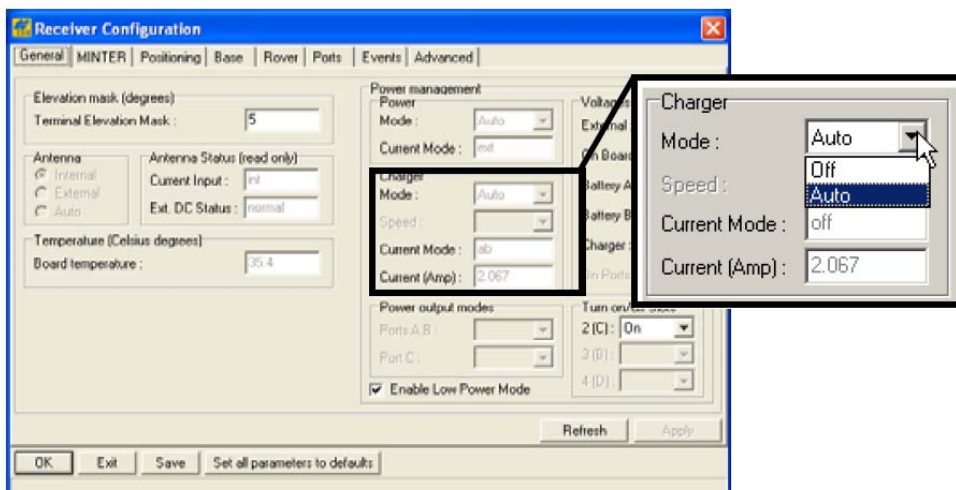

Рисунок 2-10. Выбор режима зарядного устройства
4. В области *Charger (Зарядное устройство)* щелкните на выпадающем списке *Mode (Режим)* и выберите в нем нужный режим зарядки (см. рис. 2-10). Поле *Current Mode (Текущий режим)* указывает на заряжающуюся батарею: а, b или off (батареи не заряжаются).